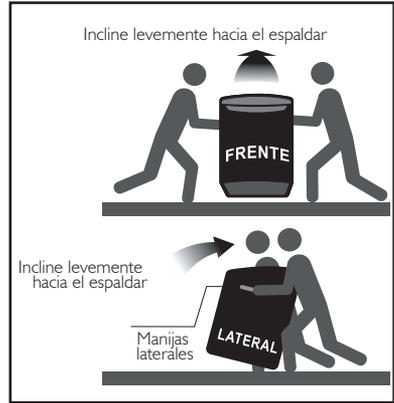

Figura 4
- Incline la lavadora levemente hacia el espaldar y téngala como se ilustra (**Ver figura 4**).